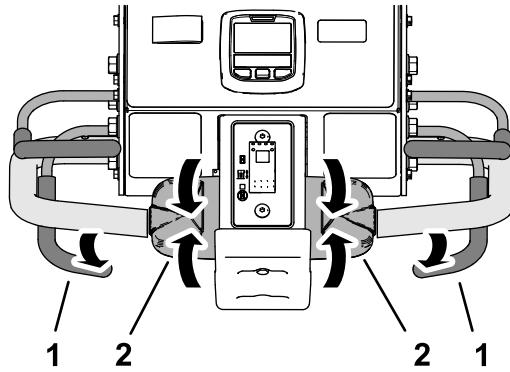

图 96
1. 如果打孔头已被降低则应松开打孔把手 **图 96**。